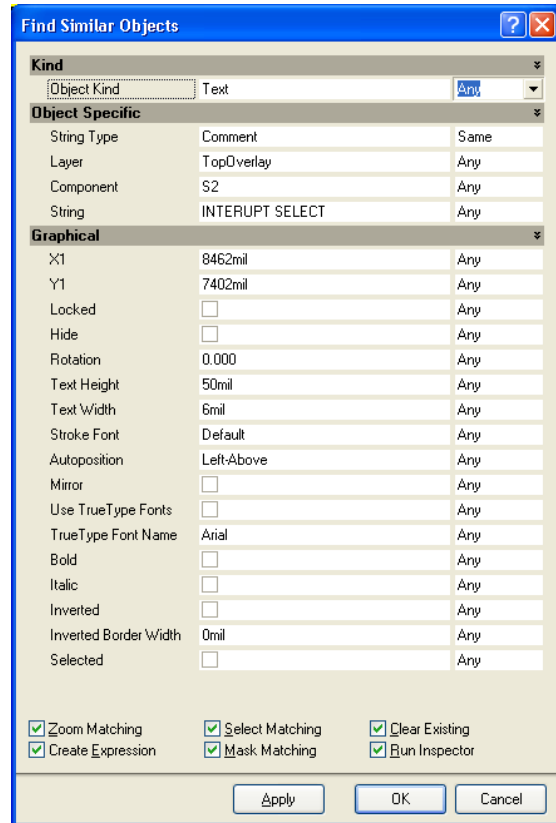

图 57. 使用查找相似对象高亮所有器件注释
- 选择所有匹配标准的对象。图 57 显示通过 *Find Similar Objects* 对话框来设置选择和查找所有 PCB 元器件标注字符串。